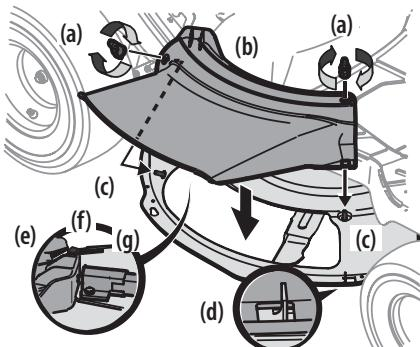

Figura 11
- Extraiga las perillas de aleta (a) que se instalaron en la plataforma de corte y consérvelas para colocarlas posteriormente. Consulte la Figura 11.
- Coloque el canal de la plataforma (b) en la abertura de descarga sobre la plataforma. Los espárragos (c) en la superficie de la plataforma calzarán en los orificios de la parte superior del canal de la plataforma (b). La pequeña lengüeta (d) del borde de la plataforma calzará en el recorte cuadrado de la parte inferior del canal de la plataforma (b). Consulte la Figura 11.
- Sujete el canal de la plataforma (b) ajustando las perillas de aleta (a) que se extrajeron en el paso 1. Consulte la Figura 11.